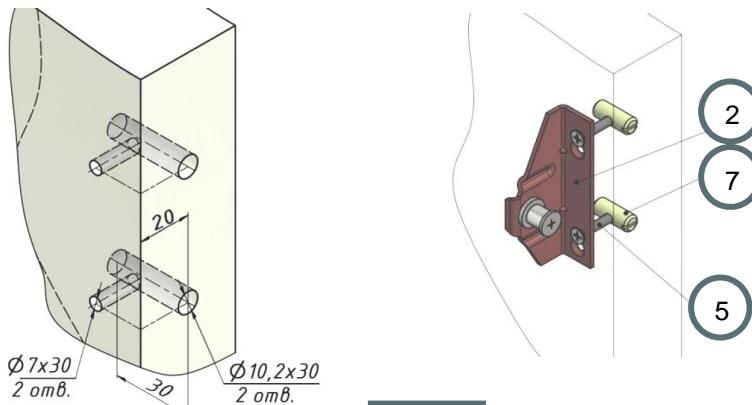

Рис.2
6. Разметить на торце двери места для гаек-бочонков 7 на одном уровне с отверстиями Ø7мм (см рис.2).
8. Установить ригель 2 на дверь с помощью винтов 5 и гаек-бочонков 7 (см. рис.2).